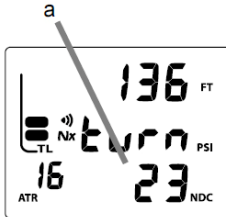

Fig. 57 - DIVE TIME
- Como mostrado na fig. 57 o computador durante o mergulho informa o menor tempo entre o LND, o PO2 e o Ar restante, quando ele chega em 5 minutos avisa com um sinal, e na esquerda embaixo do bargraph o tempo restante de ar no cilindro